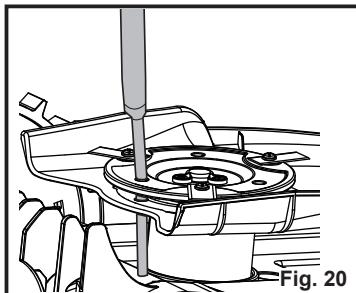

Fig. 20
4. Utilice una herramienta adecuada (por ejemplo, un desarmador) para insertarlo en uno de los tres orificios del disco de la cuchilla para fijarlo en su lugar. (Fig. 20). Esto garantiza que el disco de la cuchilla no gire al reemplazar las cuchillas para evitar lesiones personales.